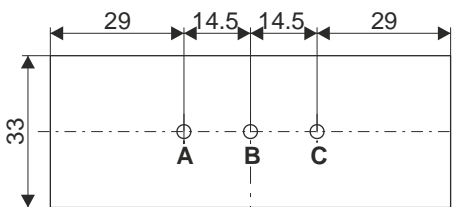

Fig. 5
3. Mark the drill hole(s) with \varnothing max. 20 mm on the back box according to the drilling jig (Fig. 5).
3. Markieren Sie die Bohrstelle(n) Ø max. 20 mm auf dem Gehäuseboden gemäß der Bohrschablone (Fig. 5).